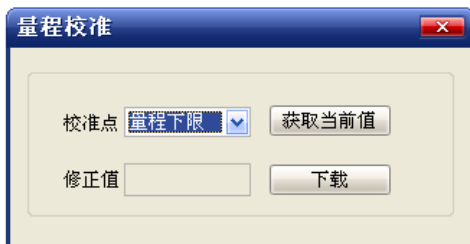

图5.5 量程校准-校准量程下限
- ① 变送器加标准的量程下限值压力，待压力稳定后，选择校准点“量程下限”，如图 5.5 所示，点击“获取当前值”，